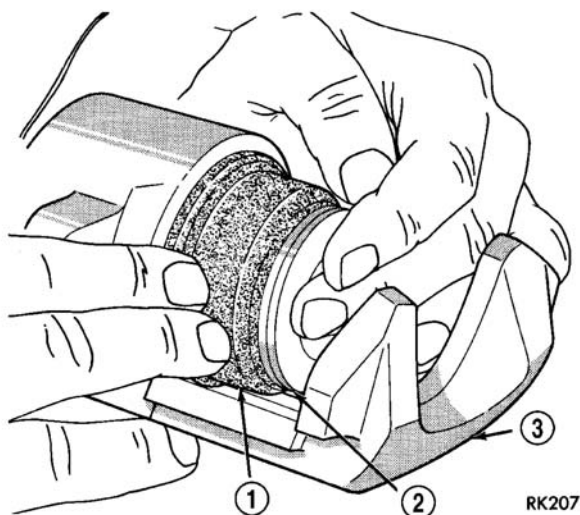

图 43 把活塞装入制动钳缸孔中
- （4）将活塞装入制动钳缸孔，推动活塞使之通过活塞密封件，直到到达制动钳缸孔的底部为止（图 43）。